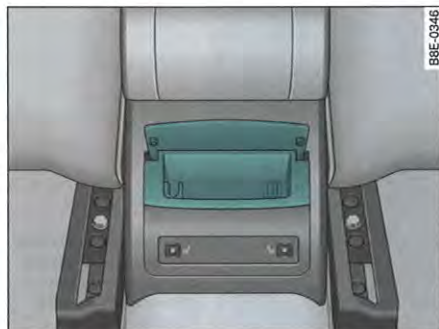

Fig. 120 Cendrier arrière
- Saisissez le boîtier par le couvercle ouvert ⇒ fig. 120 et tirez-le vers le haut pour l'extraire.